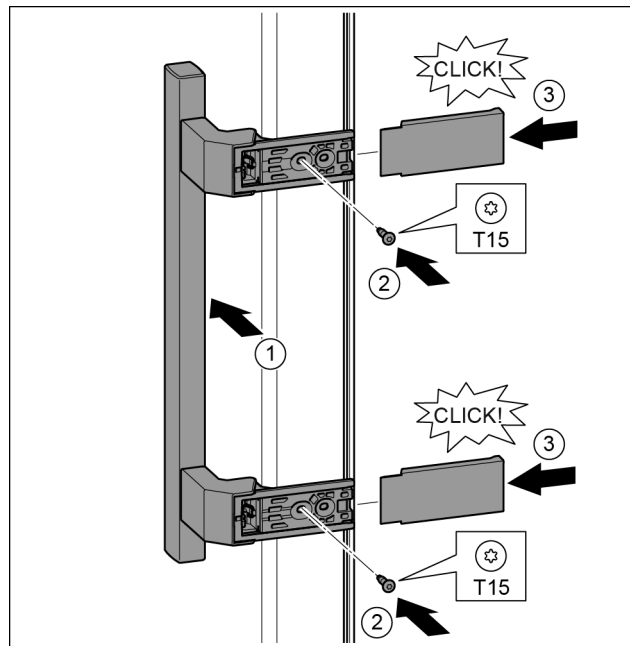

Fig. 37
- ▶ Greep op de tegenoverliggende zijde aanbrengen. Fig. 37 (1)
- ▶ Schroeven met schroevendraaier T15 vastschroeven. Fig. 37 (2)
- ▶ Afdekkingen zijdelings aanbrengen en erop schuiven. Fig. 37 (3)